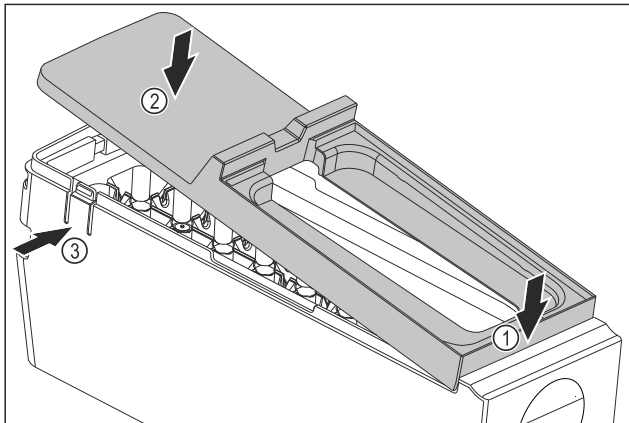

Fig. 94
- Montering af EasyTwist-Ice-legemets afdækning: Påsæt afdækningen foran. Fig. 94 (1)
- Sænk afdækningen bagtil. Fig. 94 (2)
- ▷ Afdækningen går hørbart i indgreb i begge lasker Fig. 94 (3).